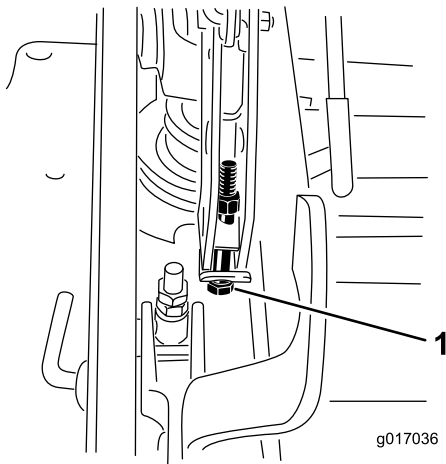

Figure 108
12. Si le tablier est trop bas, serrez le boulon de réglage monopoint dans le sens horaire. Si le tablier est trop haut, desserrez le boulon de réglage monopoint dans le sens antihoraire (Figure 108).